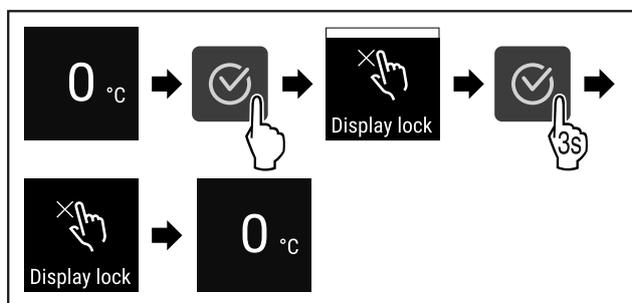

Fig. 78
- ▶ Выполните шаги действия (см. Fig. 78) .